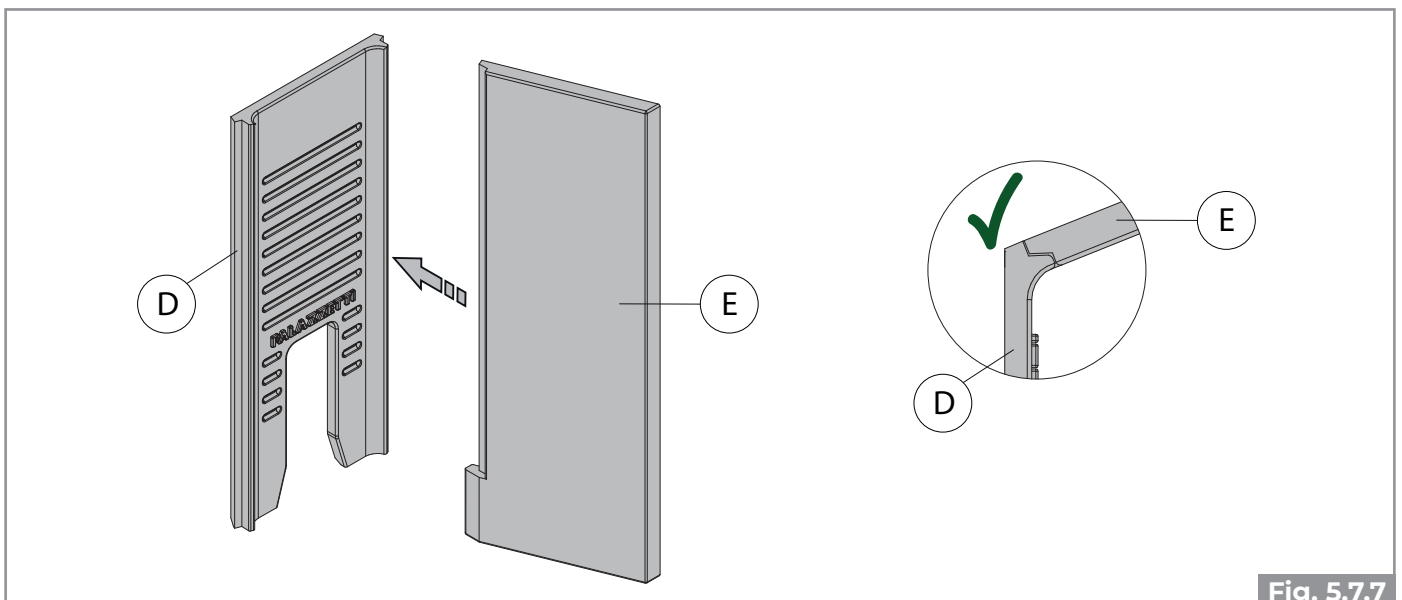

Fig. 5.7.7
- Rapprocher la paroi du fond D et celle de droite E l'une de l'autre en faisant correspondre les rainures (Fig. 5.7.7) et les insérer ensemble à l'intérieur de la chambre de combustion en veillant à ce que :